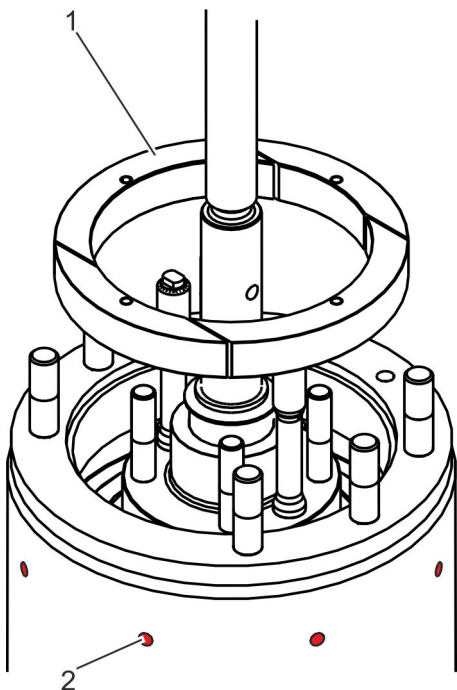

Abb. 36: Segmentringe entnehmen
7. ➤ Segmente (Abb. 36/1) durch äußere Ausstoßbohrungen (Abb. 36/2) mit Splintaustreibwerkzeug nach innen schlagen und entnehmen.